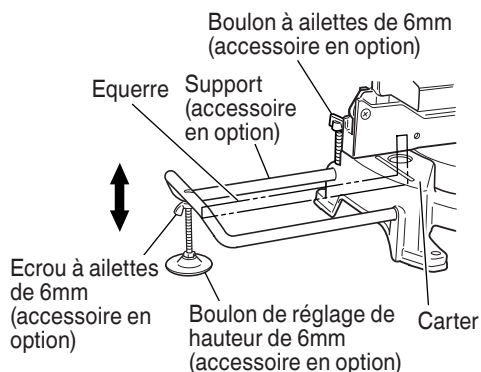

Fig.10
(1) Comme indiqué à la Fig. 10, utiliser une équerre en acier pour aligner le bord supérieur des supports sur la surface du socle. Desserrer l'écrou à ailettes de 6mm. Tourner un boulon de réglage de hauteur de 6mm, et régler la hauteur du support.
(2) Après le réglage, serrer à fond l'écrou à ailettes et fixer le support avec le boulon à ailettes de 6mm (accessoire en option). Si la longueur du boulon de réglage de la hauteur de 6mm est insuffisante, insérer une plaque mince dessous. S'assurer que l'extrémité du boulon de réglage de la hauteur de 6mm ne dépasse pas du support.